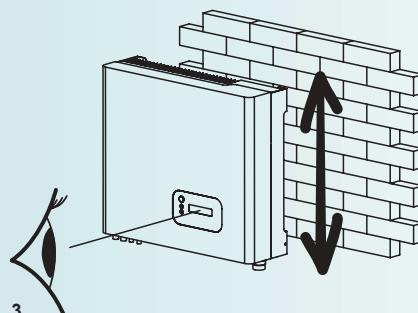

Fig. 3
- Choisir un emplacement permettant une lecture aisée de l'afficheur LCD (Fig. 3).